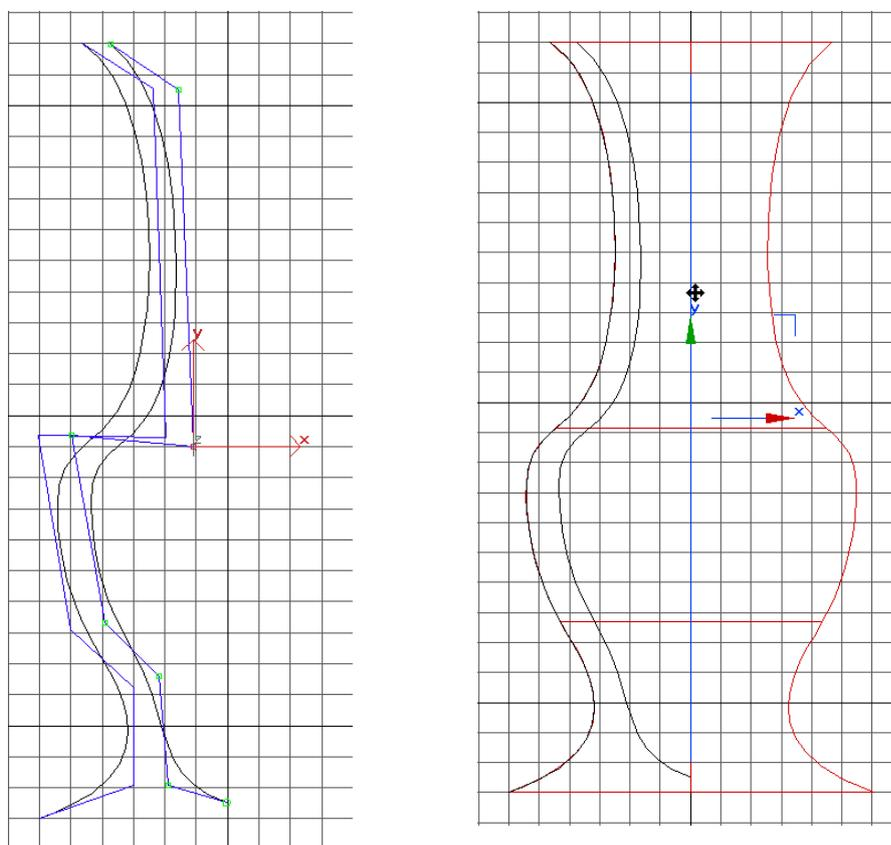

Рисунок 24
9. Отредактируйте полученную кривую так, как показано на рис.24:
показанное на рис. 24.